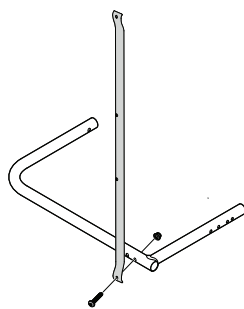

Figure 3
1. Posez l'un des tubes coudés au sol, bien à plat, comme indiqué Figure 3.
2. Nous allons commencer par assembler le côté gauche du cadre. Placez l'un des longs tubes droits perpendiculairement au tube coudé au niveau du trou, comme sur la Figure 3, puis faites-le tenir avec un boulon et un écrou.